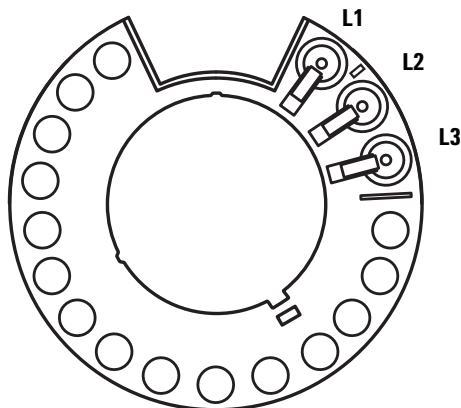

图 108 传输转盘位置 L1、L2、L3（俯视图）
- 2 从两个进样塔中的传输转盘位置 L1、L2 和 L3 上取下所有样品瓶（图 108）。